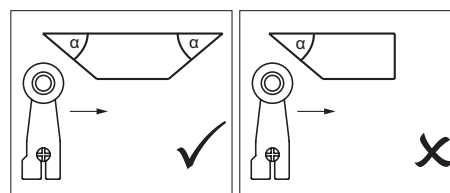

Figure 1 : Forme de came
- ▶ Pour éviter le rebondissement de l'élément d'actionnement, le profil de la came en sortie doit être progressif (voir Figure 1).